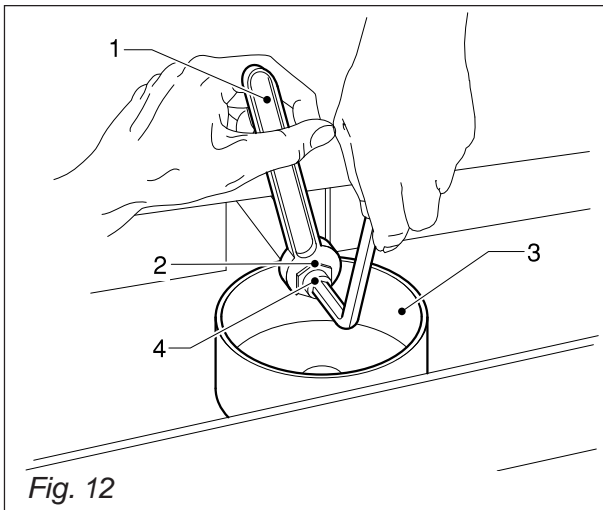

Fig. 12
- Examinar y limpiar también la cubeta de descarga 3 (Fig.12) eliminando, con una cucharita, el eventual barro de posos.
- Con una llave 1 mantener firme la unión 2, (Fig.12), situada encima de la cubeta de descarga y al mismo tiempo aflojar, como máximo de tres vueltas, el tornillo hexagonal encajado 4.